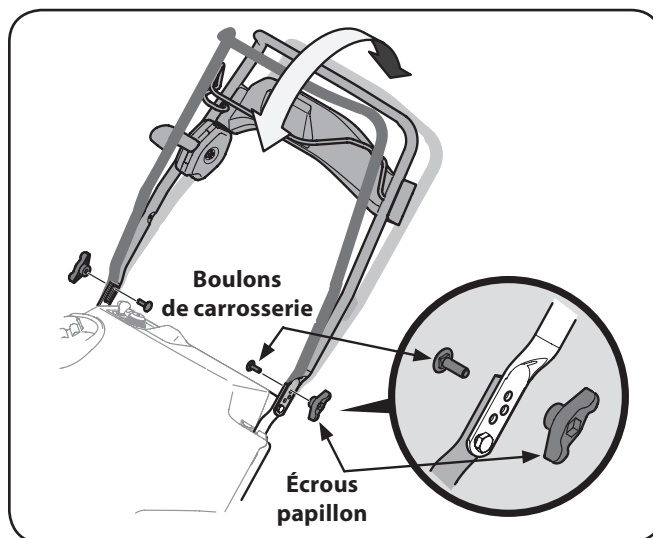

Figure 3-3
4. Installez la poignée des souffleuses 221 LHP dans une des trois positions. Placez la poignée dans la position désirée, installez les écrous papillon et les boulons de carrosserie dans les trous appropriés et serrez-les. Voir Figure 3-3.